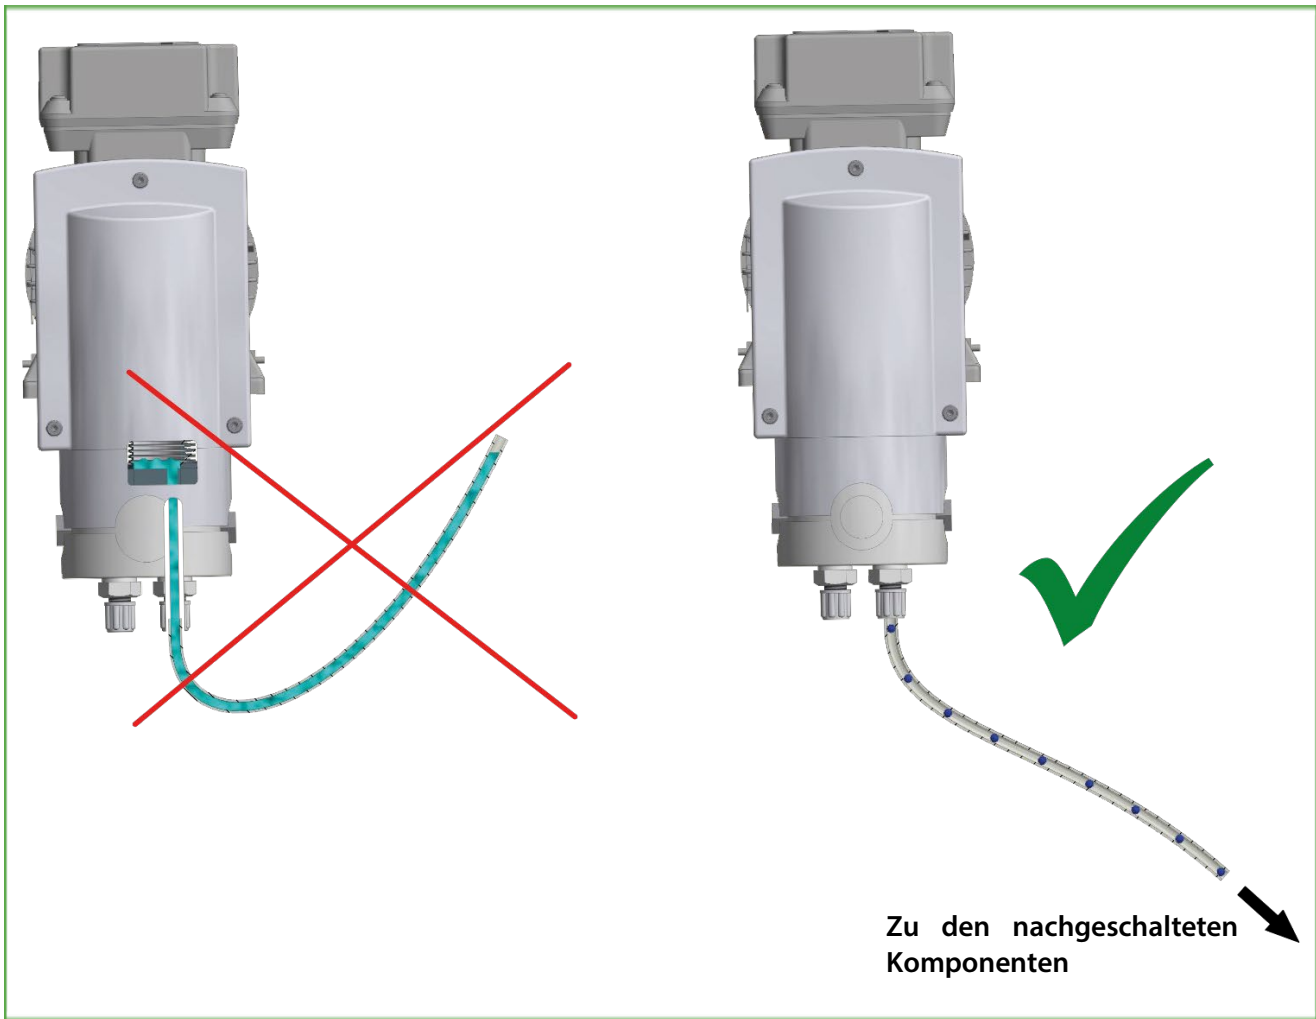

Abbildung 8 Gedrehter Pumpenkopf: Ausgangsschlauch mit Gefälle verlegen
- Montieren Sie die Pumpe an der höchsten Stelle im System. Ist dies nicht möglich, dann verlegen Sie den Ausgangsschlauch mit Gefälle von der Pumpe weg (siehe Abbildung 8).